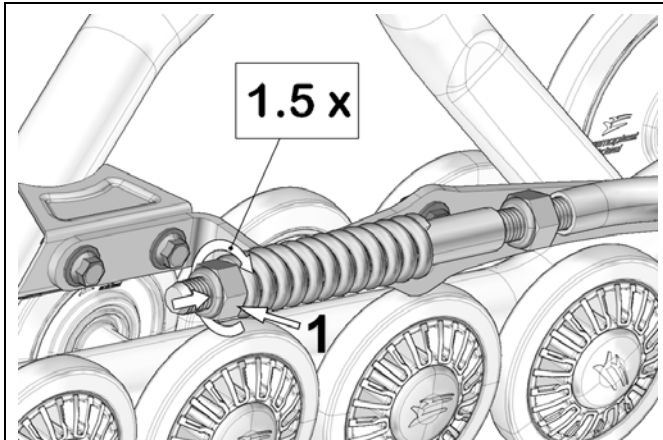

Abbildung 12
- Drehen Sie Mutter (1) bis diese die Feder berührt, dann drücken Sie die Feder zusammen, indem Sie diese Mutter 1,5 Drehungen drehen. Siehe Abbildung 12.